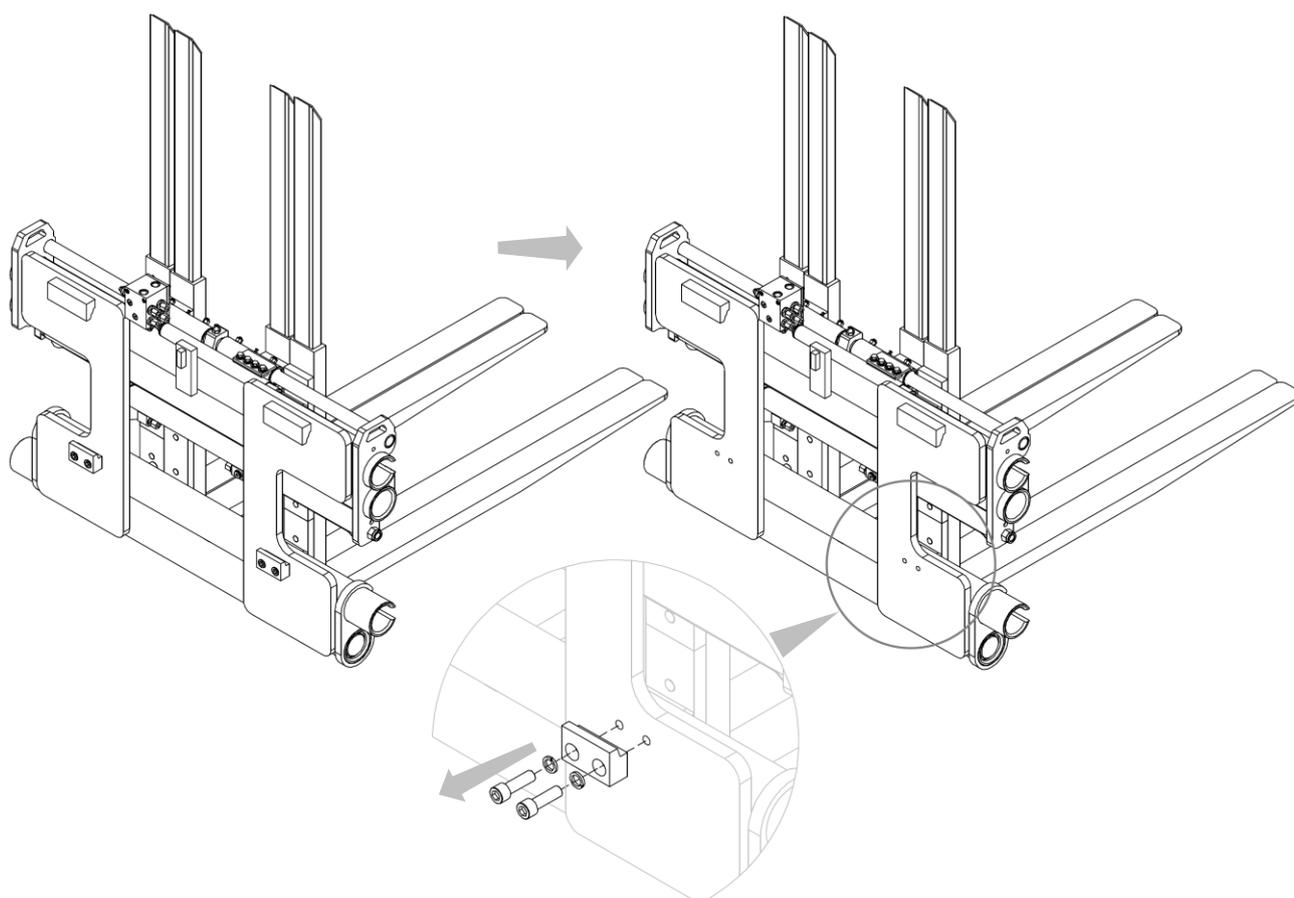

Figura 8
4. Quite los ganchos inferiores del equipo (mira *Figura 8*).
3. Retirar los ganchos inferiores de la estructura (mira *Figura 4* y *Figura 8* en la pag. 13 y 16).